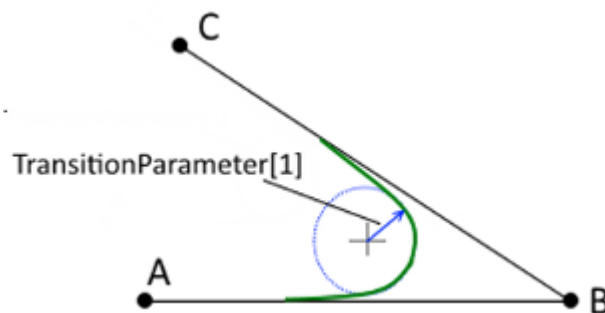

图 7.5 拐角过渡模式
3) TransitionParameter[1]仅在 CP 模式下有效，用来作为圆弧过渡的最小过渡圆弧半径，如图 7.5 所示。另外，指令本身也会计算最小的过渡圆弧半径。规划的轨迹，其实际过渡圆弧半径不得小于上面的两个数值，否则圆弧过渡将无法执行，运动将无法执行，导致指令中断。